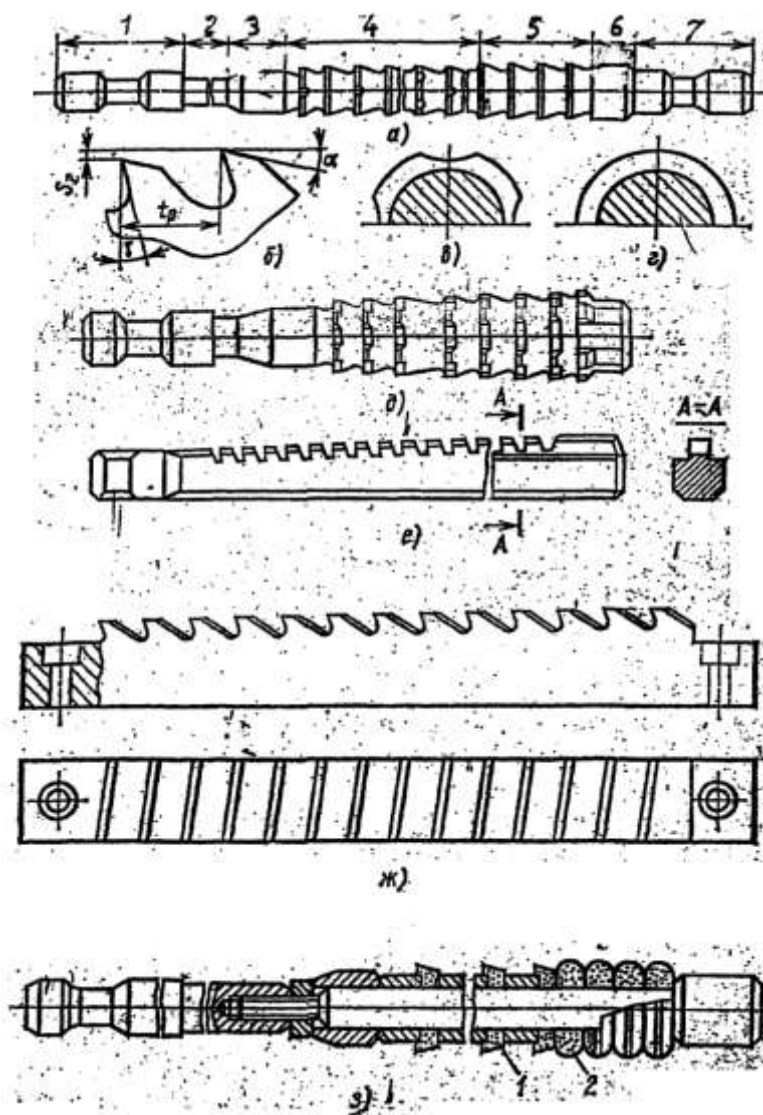

Рис. 1. Инструменты для обработки поверхностей заготовок на протяжных станках
2. Какие поверхности деталей машин можно обработать протягиванием и какие конструкции протяжек представлены на Рис.1 и на лабораторных стендах.